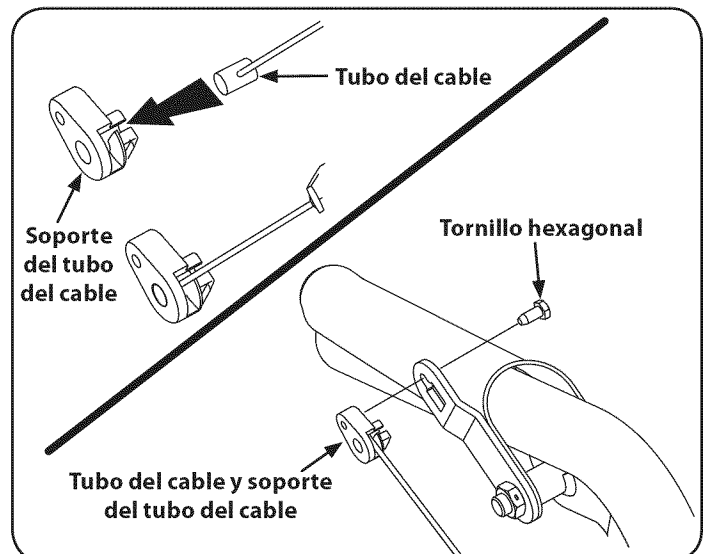

Figura 7
4. Inserte el tubo del cable dentro del soporte del tubo, inserte el tubo y el soporte en la palanca del embrague y sujete con el tornillo hexagonal. Vea la Figura 7.